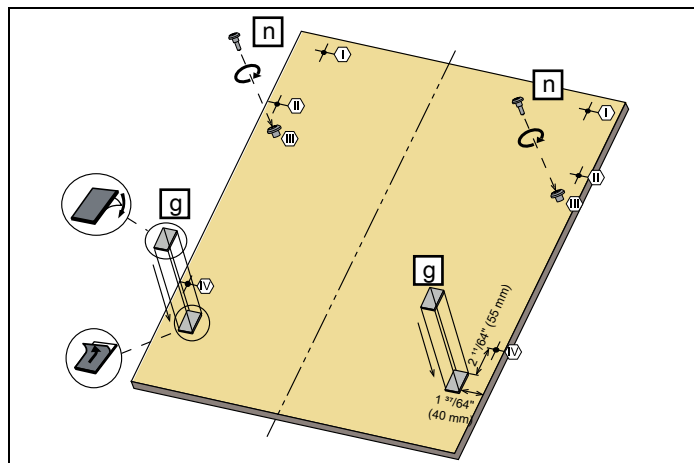

Fig. 20
- 3) Come mostrato nella Fig. 20 , le viti $\varnothing 5/32"$ x 27/32" (4 mm x 21,5 mm) installate nelle posizioni III.
- 4) Come illustrato nella Fig. 20 , le strisce di fissaggio per le ante di legno vengono installate nelle posizioni indicate.